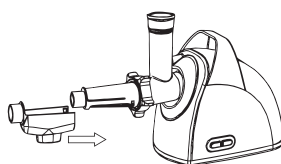

Рис.15
7.6.5 Наденьте пластиковую воронку на пластиковый конус до щелчка. (рис.15)